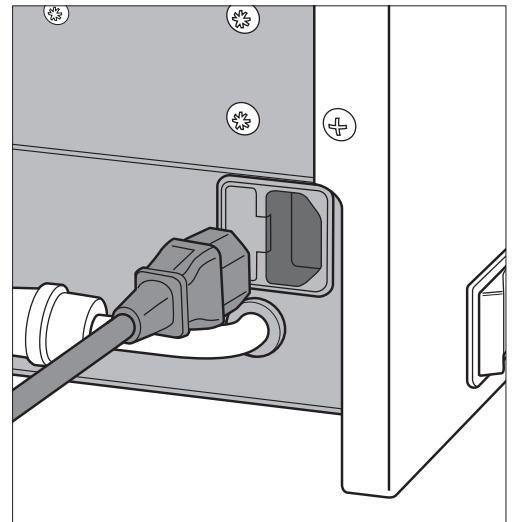

図 1
- 2) ユニット (本体) 背面にあるインレットへ電源コードの形状を合わせて挿し込みます。(図 1)